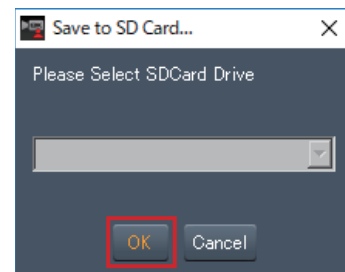

Fig. 2
- 4 Choisir le dispositif de mémoire USB sur lequel sauvegarder et cliquer sur [OK]. (Fig.2)